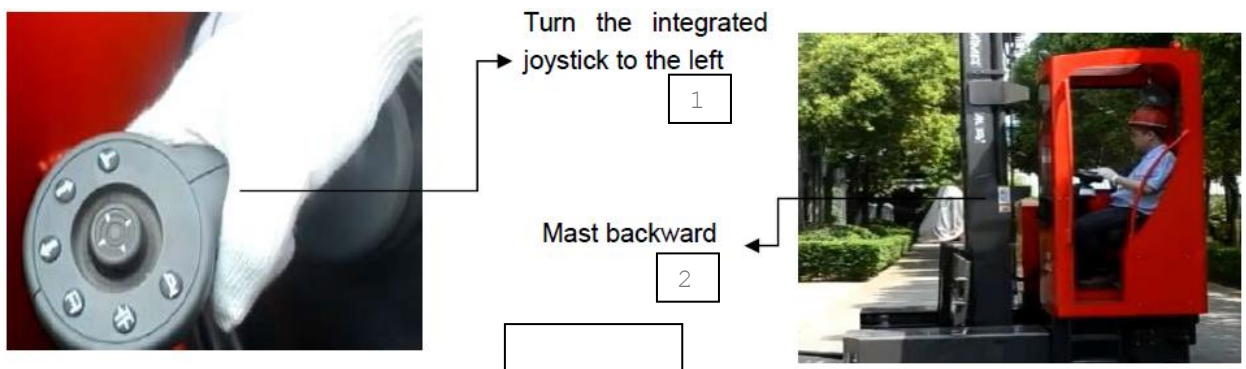

Рис. 4-3-11:
4.3.3.6. Нужно сдвинуть интегрированный джойстик влево, тогда мачта сдвинется назад (см. Рис. 4-3-11), причем, чем больше ход джойстика влево, тем быстрее мачта движется назад. Однако, когда мачта придвигается назад до конца, сработает буфер снижения скорости, и скорость автоматически снизится, когда ход джойстика слишком большой, чтобы обеспечить безопасность.